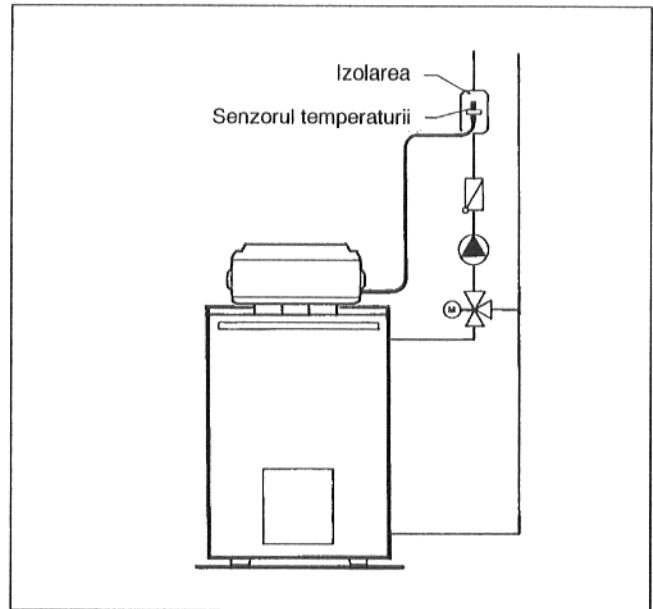

Fig. 1
2. Senzorul de contact al temperaturii se montează direct în spatele amestecătorului de încălzire și a pompei circuitului de încălzire la conducta pentru tur a instalației de încălzire (Fig. 1).